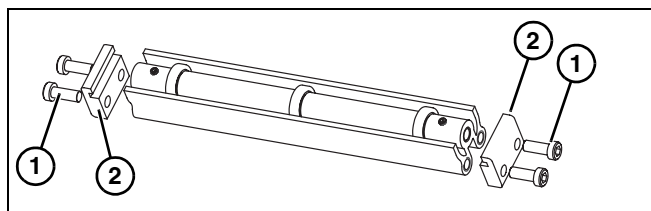

Figure 15
1. Umlenkrollen lokalisieren. Explosionszeichnung in Figure 15 aufgeführt.
2. Schrauben (**Figure 15, item 1**) und Klammern (**Figure 15, item 2**) vom Rollenbausatz entfernen.